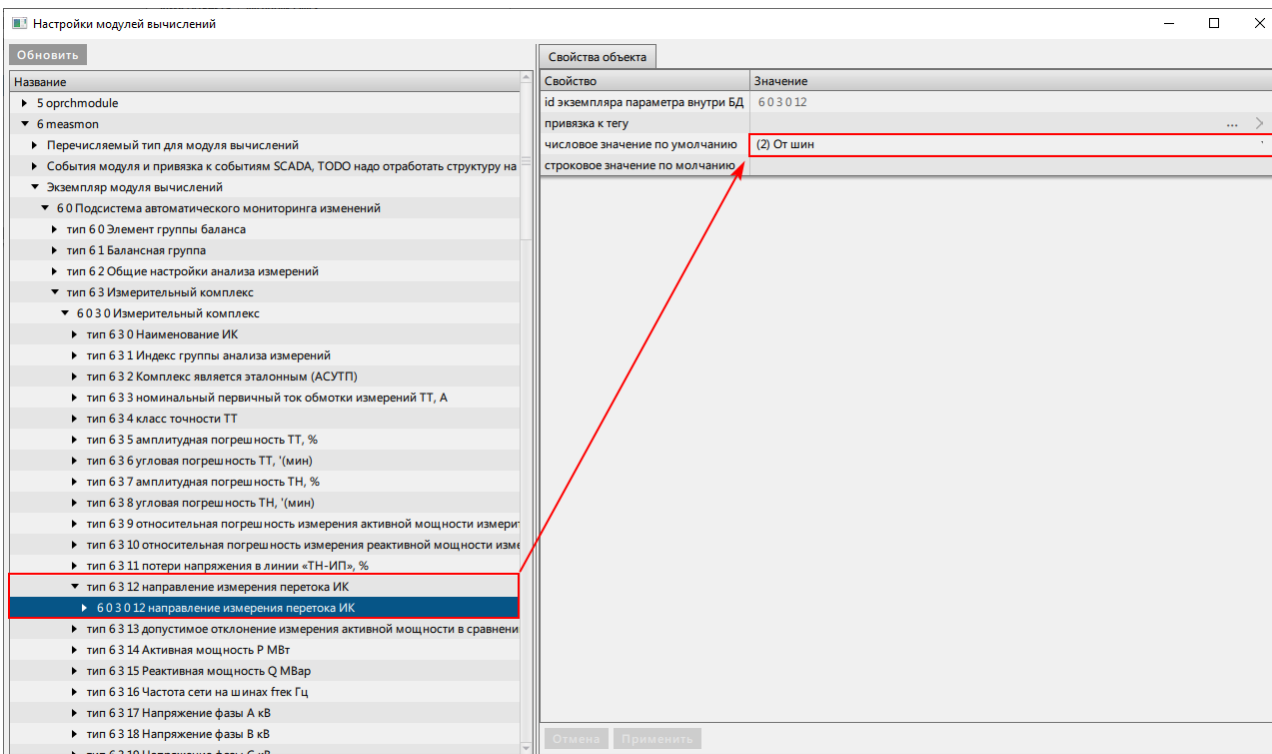

Рисунок 431 - Направление измерения перетока ИК
- У каждого измерительного комплекса раскройте узел тип 6 3 12 направление измерения перетока ИК и напротив строки **числовое значение по умолчанию** выберите (1) К шинам или (2) От шин из выпадающего списка (Рисунок 431).